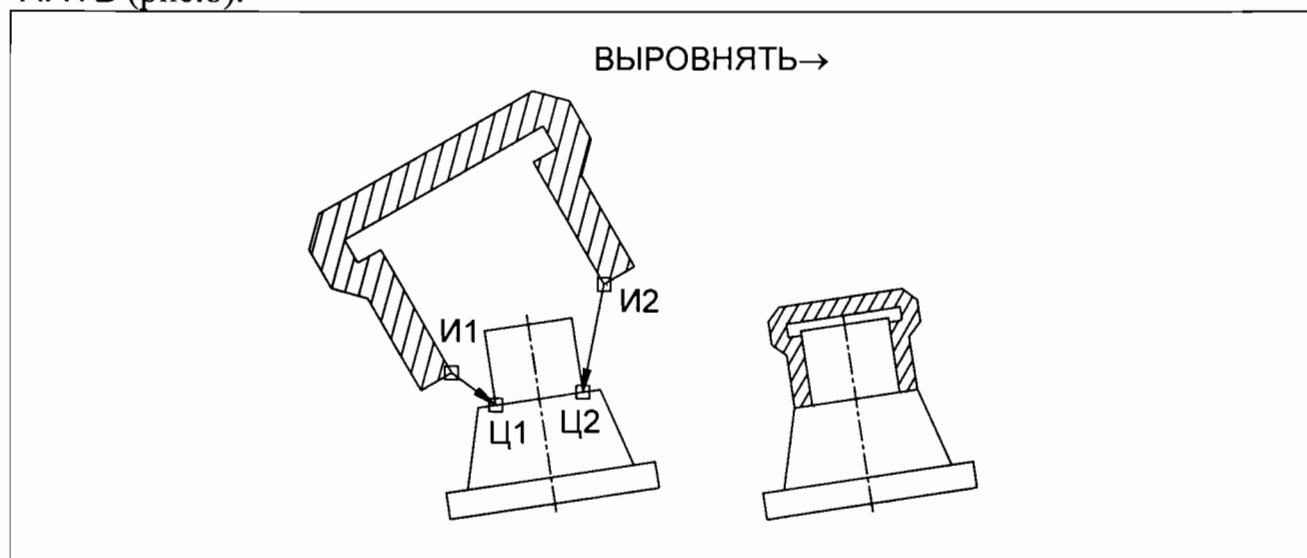

Рис.8
2.5. Повторить редактирование крышки, используя команду **ВЫРОВНЯТЬ** (рис.8).